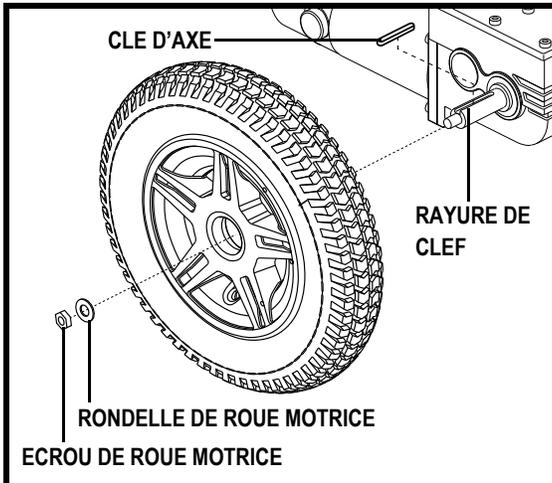

Figure 22. Enlèvement de la roue motrice
4. Retirez l'écrou et la rondelle de roue motrice sur l'essieu. **Voir la figure 22.**